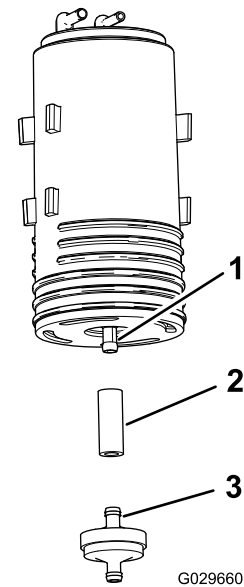

Рисунок 49
- Снимите фильтр адсорбера и короткий отрезок шланга с нижнего штуцера старого адсорбера (Рисунок 49).
- Подсоедините шланг к нижнему штуцеру нового адсорбера (Рисунок 49).
6. Вставьте штуцер нового адсорбера в шланг (Рисунок 49).